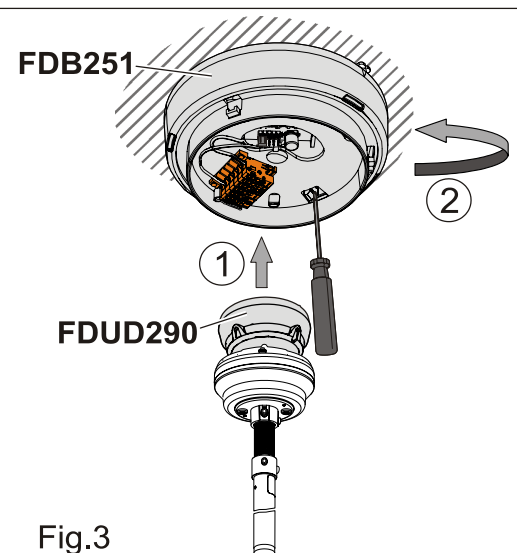

Fig.3
- Press the lock with a screwdriver (Fig. 3).
- Drücken Sie mit einem Schraubendreher gegen die Verriegelung (Fig. 3).
- Appuyez sur le verrouillage avec un tournevis (Fig. 3).
- Presione con un destornillador el bloqueo (Fig. 3).
- Premere sul bloccaggio con un cacciavite (Fig. 3).